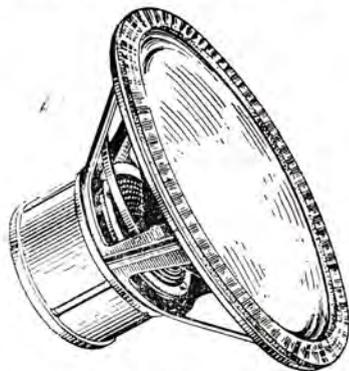

Рис. 8. Головка громкоговорителя 4А-18
**Громкоговоритель 4А-18** (на рис. 8 изображена его головка) отличается от громкоговорителя 4А-16 только заменой электромагнитного возбуждения постоянным магнитом. Магнит отливается из сплава альни и имеет вид цилиндрического стакана. В связи с этим магнитная цепь состоит из двух круглых фланцев, в один из которых впрессован kern, а другой имеет отверстие. Собранный система стягивается тремя винтами; для увеличения прочности фланцы в трех местах приварены к магниту. В остальном громкоговоритель 4А-18 в точности повторяет 4А-16.